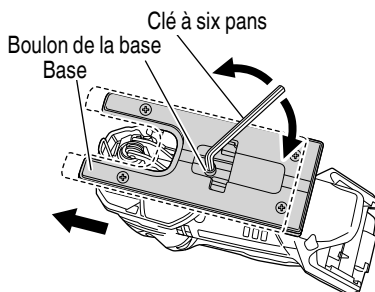

Fig. 21
- (1) Desserrer le boulon de la base avec la clé à six pans fixée à la base. (Fig. 21)
- (2) Déplacer la base à fond vers l'avant, puis resserrer le boulon de la base. (Fig. 21)
(1) Desserrer le boulon de la base avec la clé à six pans fixée à la base. (Fig. 21)
(2) Déplacer la base à fond vers l'avant, puis resserrer le boulon de la base. (Fig. 21)
(3) Régler la position orbitale sur "0".
- (3) Resserrer le boulon de la base. (Fig. 21)
- (4) Régler la position orbitale sur "0" - "III".